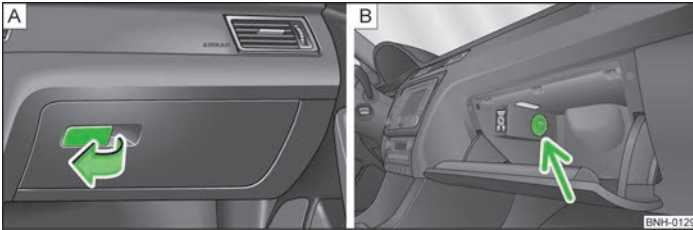

Fig. 48 Tabloul de bord: Torpedoul de pe partea pasagerului față
- > Trageți mânerul clapetei în sensul săgeții » fig. 48 - [A] și rabatați clapeta în jos.
Cu comutatorul rotativ » fig. 48 - [B] se deschide, respectiv se închide admisia aerului.